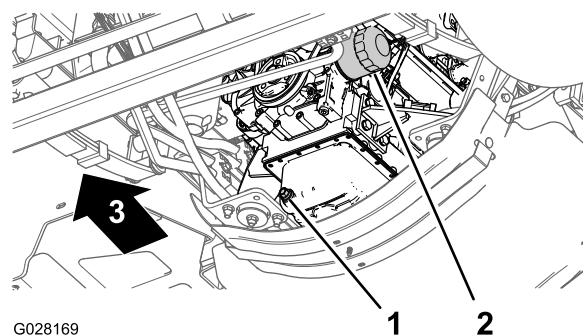

图 72
3. 在机油滤清器下放一个放油盘图 72。
4. 拆下旧机油滤芯图 72。
8. 将机油滤清器安装到滤清器安装座上顺时针旋转机油滤清器直至橡胶垫片接触到滤清器安装座然后再将滤清器拧紧  $\frac{1}{2}$  圈图 72。
1. 对齐排放塞下的排放盘 图 72。
2. 拔掉排油塞让机油完全排出 图 72。